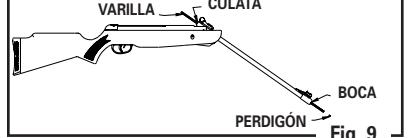

Fig. 9
- Si está atascado, introduzca una varilla de limpieza en la culata y empuje el perdigón atascado fuera de la boca. No trate de usar nuevamente ese perdigón (Fig. 9).